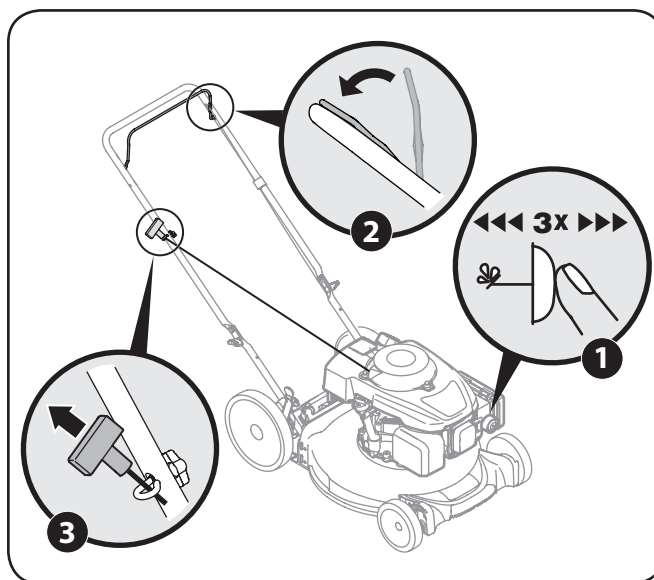

Figura 5-2
1. Oprima el cebador 3 veces. Espere aproximadamente dos segundos entre cada presión. Vea la Figura 5-2. En climas con temperaturas de abajo de 50°F, oprima el cebador 5 veces. Después de que el motor es calentado, un tiempo puede ser necesario para todas las temperaturas.
3. Tire suavemente de la empuñadura del arranque hasta sentir la resistencia, luego tire rápidamente para reducir la compresión, impedir la tensión de retroceso y arrancar el motor. Repita de ser necesario. Vea la Figura 5-2.